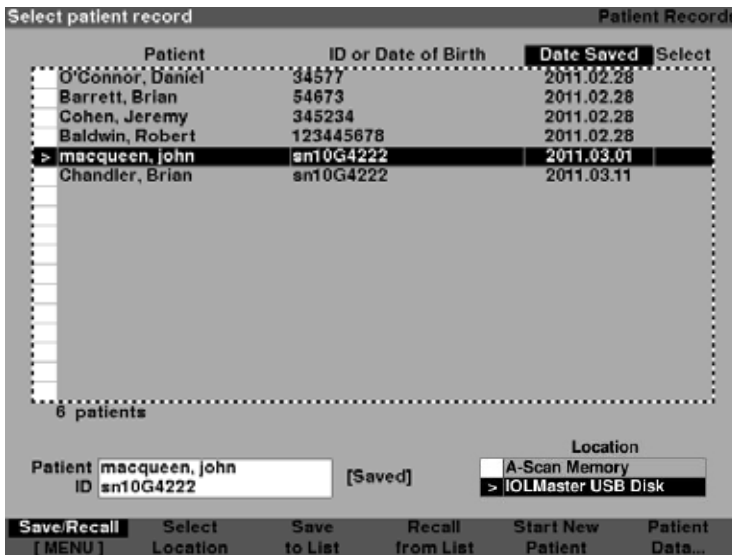

Figura 11-3 Acesso a um registro de paciente
1. Pressione o botão de Registros de paciente localizado à direita do instrumento. A tela de Registro do paciente, conforme mostrado na Figura 11-3 na próxima página será exibida.